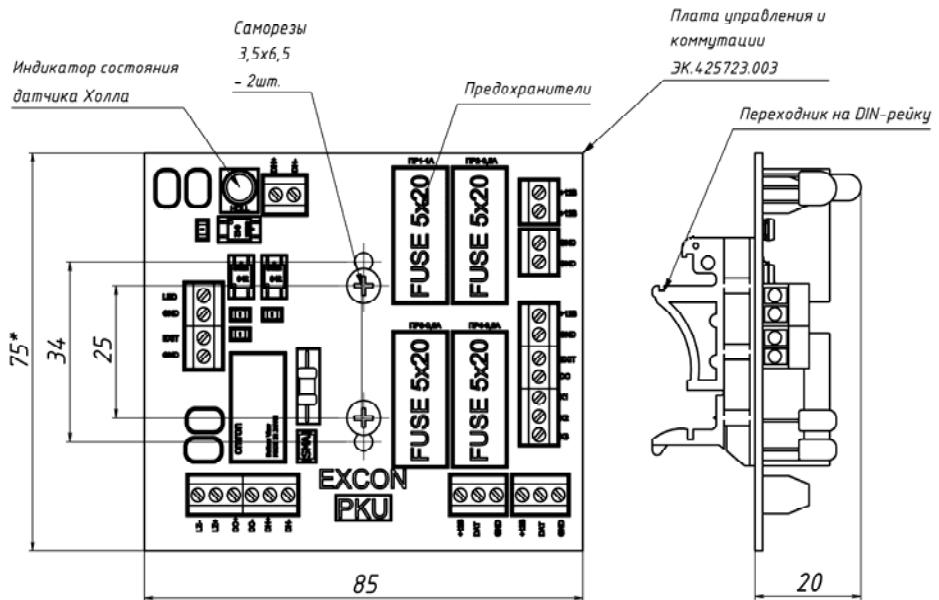

Рис.2 Габаритно-установочные размеры изделия.
2.11 Габаритно-установочные размеры изделия приведены на Рис.2.